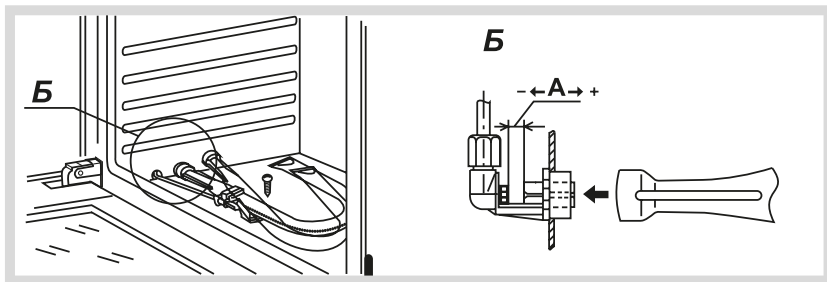

Рис. 11
- выкрутить шуруп и достать горелку из корпуса сопла (рис. 11);